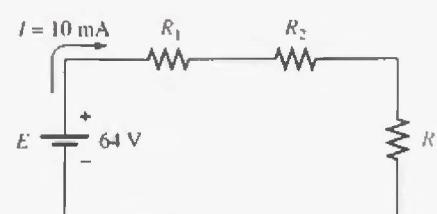

FIGURA 5.92
23. a. Diseñe el circuito de la figura 5.92 de forma que $V_{R_2} = 3V_{R_1}$ y $V_{R_3} = 4V_{R_1}$.